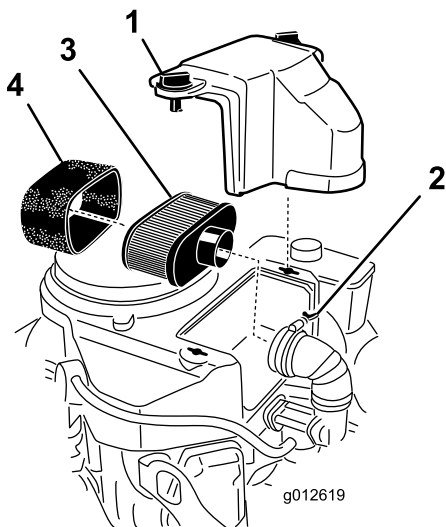

図 46
3. エアクリーナを外したときエンジン内部に異物が入らないよう、周辺をきれいに拭く(図 46)。
4. エアクリーナのカバーのノブのねじをゆるめてカバーを外す 図 46。
5. エアクリーナのホースクランプをゆるめてエアクリーナアセンブリを外す 図 46。
6. ペーパーエレメントからスポンジエレメントを注意深く取り外す(図 46)。
1. ペーパーエレメントを軽くたたいて、たまっているほこりを落とす。汚れがひどい場合には、新しいペーパーエレメントに交換する 図 46。
1. ペーパーエレメントに、注意深くスポンジエレメントを取り付ける 図 46。
2. エアクリーナのベースまたはホースにエアクリーナアセンブリを取り付けて固定する 図 46。
3. エアクリーナのカバーを取り付け、ノブを締め付けて固定する 図 46。